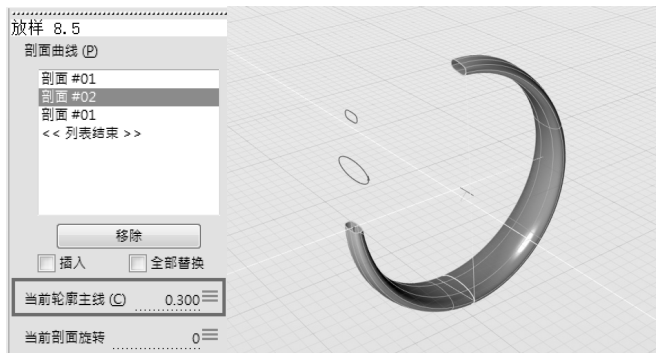

图 4-79 调整控制截面位置（左）以获得结果（右）
5) 选中曲面，切换到“编辑参数”模式。选中曲面中间的一条控制截面，将控制面板中的“当前轮廓主线”参数的值修改为“0.3”，可见控制截面的位置有所改变，如图 4-79 所示。